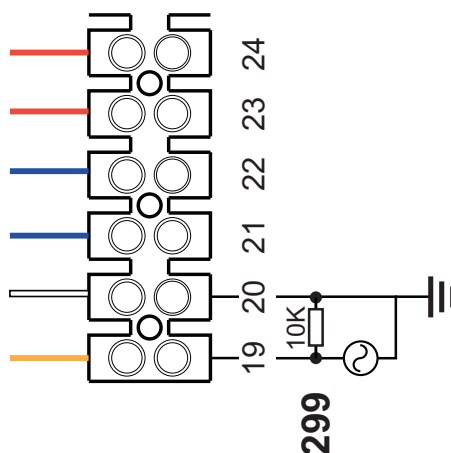

рис. 91-
**ВНИМАНИЕ:** В случае нестабильности считывания сигнала 0-10 В электронным блоком управления рекомендуется подключить ссылку сигнала к земле и вставить параллельно резистор 10 кОм, как указано на рис. 91.